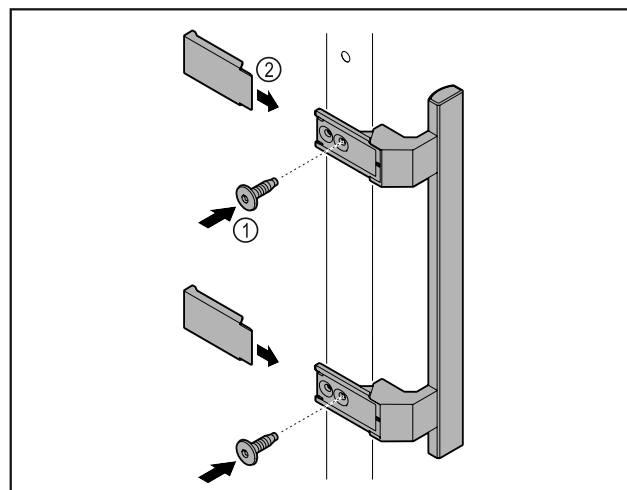

Fig. 64
- Montare sulla porta la maniglia contenuta nella confezione con le viti annesse Fig. 64 (1).
- Applicare la copertura Fig. 64 (2).